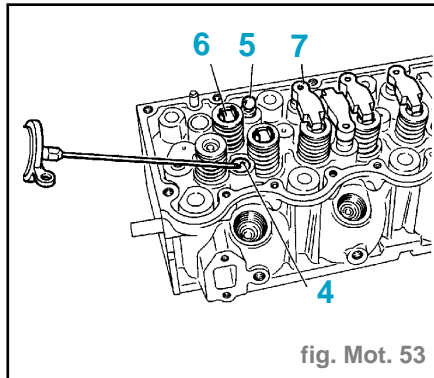

fig. Mot. 53
- Par les trous (**4**) d'alimentation en huile des rotules hydrauliques, remplir d'huile moteur le canal d'huile (fig. Mot. 53).